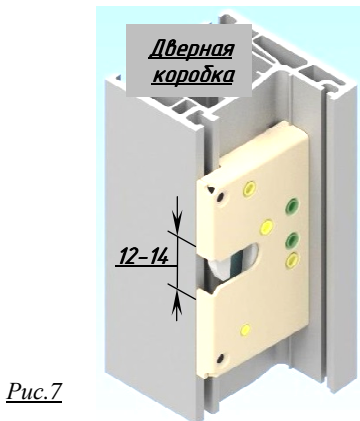

Рис.7
4. При помощи ножа или стамески снять два выступа в профиле дверной коробки длиной 12-14 мм (см. рис.7).